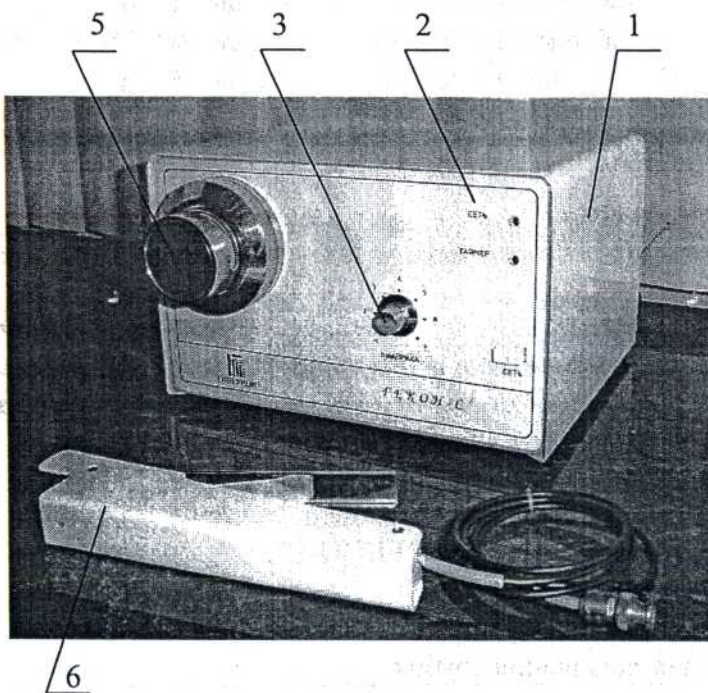

Рис.1
4.1.1 Внешний вид запаивателя показан на рис.1 и 2. На рисунках введены следующие обозначения: